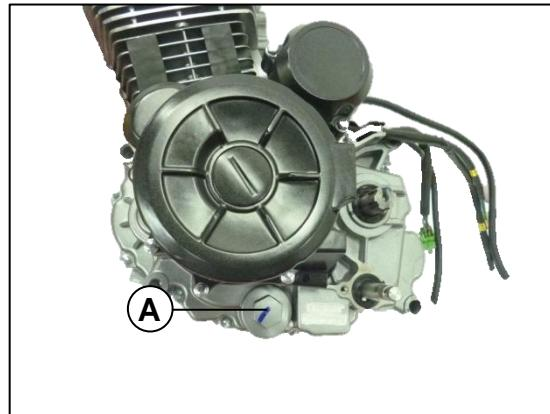

Fig. 01
Drene el aceite del motor. Retire el tapón del drenaje (A). **Fig. 01**